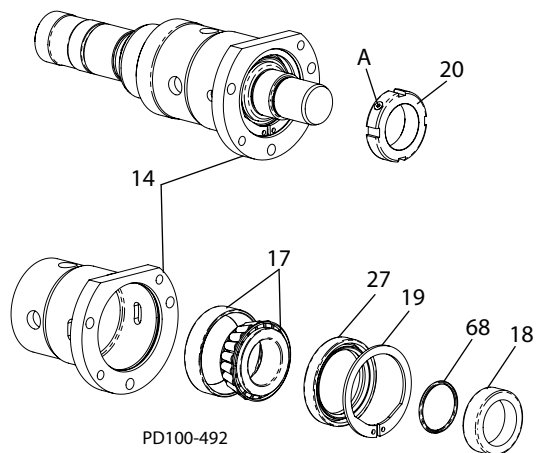

Figura 42: Extraiga los cojinetes
1. Afloje los tornillos de ajuste/sujeción (Figura 42, renglón A) de las tuercas de ajuste del cojinete (elemento 20) y extraiga las tuercas de ajuste del cojinete.